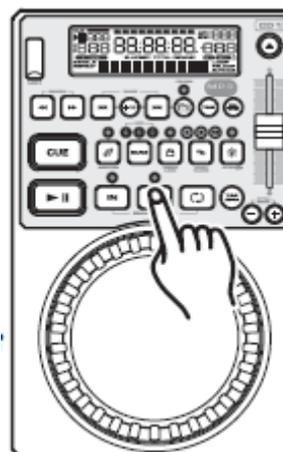

Figure 19
2) Appuyez sur le *BOUTON IN* (12). Cela définira le point de départ de la *BOUCLE PARFAITE*. Le voyant du *BOUTON IN* (12) va briller.
3) Appuyez sur le *BOUTON OUT* (12) pour définir le point final de votre *BOUCLE PARFAITE* (Figure 19). Les LED du *BOUTON IN* (12) et du *BOUTON OUT* (12) commencent immédiatement à clignoter, indiquant que le mode *BOUCLE PARFAITE* a été activé.